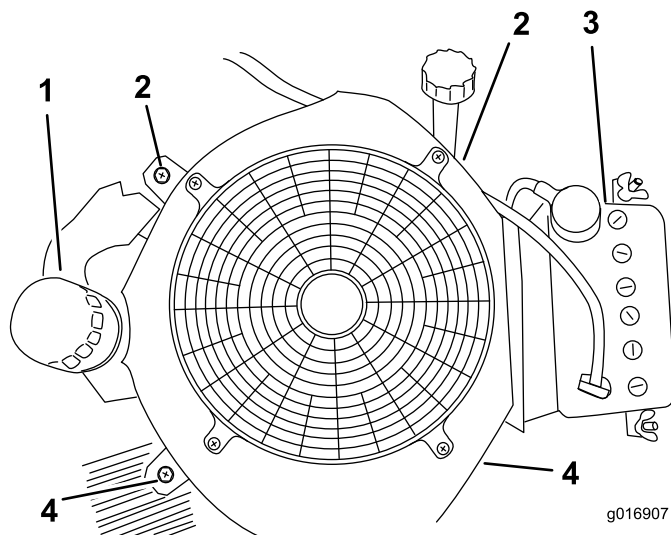

Figura 78
6. Retire los dos tornillos de los lados derecho e izquierdo de la carcasa del ventilador de refrigeración, según se muestra en Figura 78.